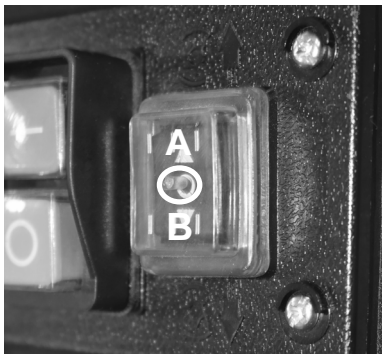

Abb. 12
Position A (Abb. 12)
Position B (Abb. 12)
1. Bringen Sie den Rücklaufschalter in Position B (Abb. 12).